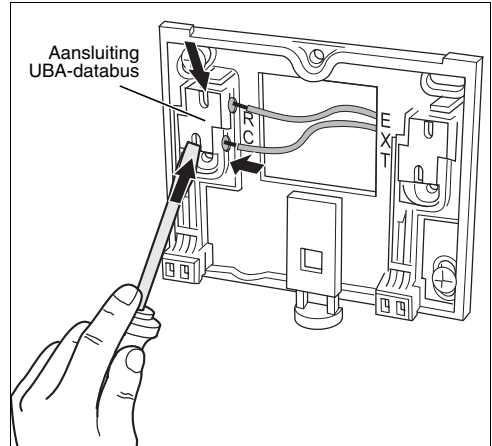

Fig. 2 Elektrische aansluitingen installeren/ loskoppelen
- Sluit de thermostaatkabel (buskabel van het cv-toestel) aan op de kabelklemmen "RC" (fig. 2). Het maakt niet uit welk draadje in welke kabelklem wordt bevestigd.
- Druk met een schroevendraaier in de gleuf van de kabelklemmen om de kabels naar binnen te leiden of los te maken (fig. 2).